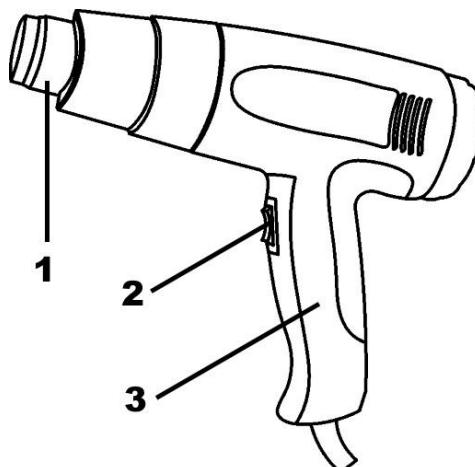

Рисунок 1
2.2.1 Конструкція виробу вміщена в корпус з термостійкого пластику і складається з наступних основних частин: нагрівального блоку в складі нагрівального елементу спірального типу в термоізоляючому кожуху з вихідним сталевим соплом нагрітого повітря (1); компресорного блоку у складі колекторного двигуна змінного струму з відцентровим повітряним компресором; перемикач/вимикач температурних режимів (2), – згідно рис.1. Корпус обладнаний рукояткою (3) з торцевою опорою для міжопераційного зберігання або роботи соплом верх. Електрична частина виробу складається з колекторного однофазного електродвигуна змінного струму, перемикача електроструму, електронного блоку управління з регулятором температури, з'єднувальних проводів і мережевого шнура. Захист від ураження електричним струмом користувача у виробу відповідає класу II за ДСТУ EN 61140:2015.